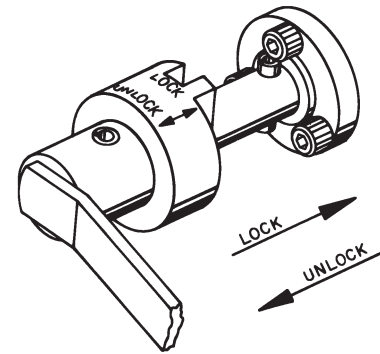

Figura 1
1. Verifique que el mecanismo de la manija de fijación en el soporte del motor esté encajado antes de montar un motor. Consulte la Figura 1.
Para asegurar la estabilidad del motor en todas las posiciones, este soporte de reparación está equipado con un mecanismo de la manija de fijación de manivela positiva. Consulte la figura 1.